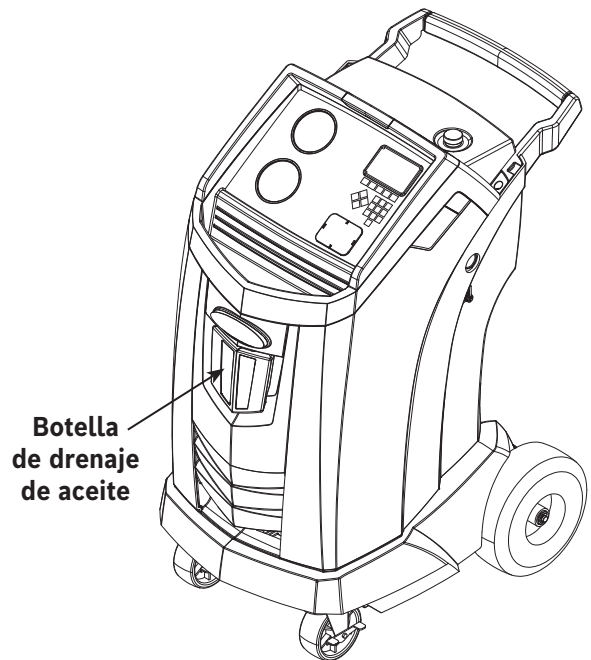

Figura 8
3. Retire la botella de drenaje de aceite (vea la Figura 8) de la máquina Robinair. Vacíe la botella de aceite y deseche el aceite de acuerdo con la normativas aplicables. Vuelva a instalar la botella de drenaje de aceite en la máquina.